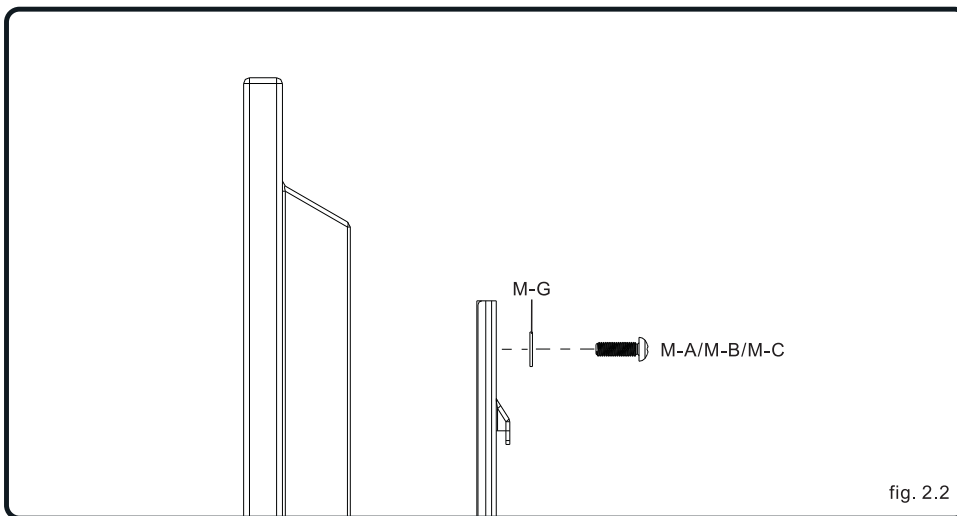

fig. 2.2
- 2** Aby uniknąć zarysowania ekranu, połóż TV na tkaninie, na płaskiej równej powierzchni, ekranem w dół. Umieść wsporniki z tyłu ekranu, wyrównaj do otworów i ustaw centralnie z tyłu ekranu, jak pokazano na rys. 2.1 Przymocuj wsporniki używając odpowiednich śrub i podkładek jak pokazano na rys. 2.2 i rys.2.3.
- 2** Pentru TV-uri cu spatele drept (plat) distanterele (M-J, M-K) nu se folosesc si urmati procedura din figura 2.1. Pentru TV-urile cu spatele curbat sariti direct la pasul 2.2. Pentru a preveni zgarierea ecranului TV TFT, asezati un material textil pe o suprafata plana (masa) care poate sa suporte greutatea TV-ului, apoi asezati pe materialul textil TV-ul cu fata in jos. Amplasati adaptoarele pe spatele TV-ului si centrati-le in dreptul gaurilor de prindere, astfel incat pozitia adaptoarelor sa fie simetrica fata de marginile TV-ului (fig.2.1). Utilizati suruburile din kitul de montare pentru a prinde adaptoarele de spatele TV-ului, ca si in fig. 2.2. si 2.3.
Alegeți suruburile potrivite din kitul de montare (vezi fig. 2.2). Surubul trebuie să aibă cel puțin 3 ture complete ale filetului în gaura de prindere de pe spatele TV-ului. Nu utilizați alte suruburi cu lungimi mai mari deoarece dacă sunt prea lungi se poate deteriora partea electronică din aparatul TV!